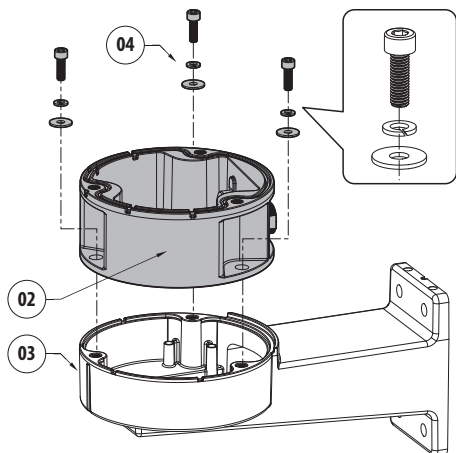

Рис. 2
В случае установки в сочетании с опорой UEBW, прикрепите опору с быстроразъемными соединителями (02) к настенной опоре (03), используя прилагаемые винты и шайбы (04), убедившись в выравнивании двух опор (Рис. 2, страница 3).